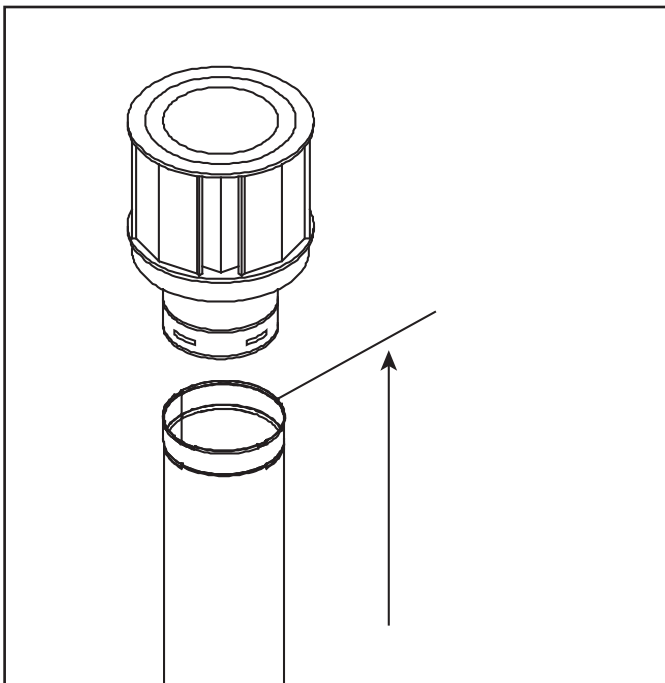

Figure 4.10 Mesure par rapport à l'extrémité supérieure de la dernière section du conduit
- Les extrémités verticales sont mesurées à partir de l'extrémité supérieure de la dernière section du conduit. Voir la figure 4.10.